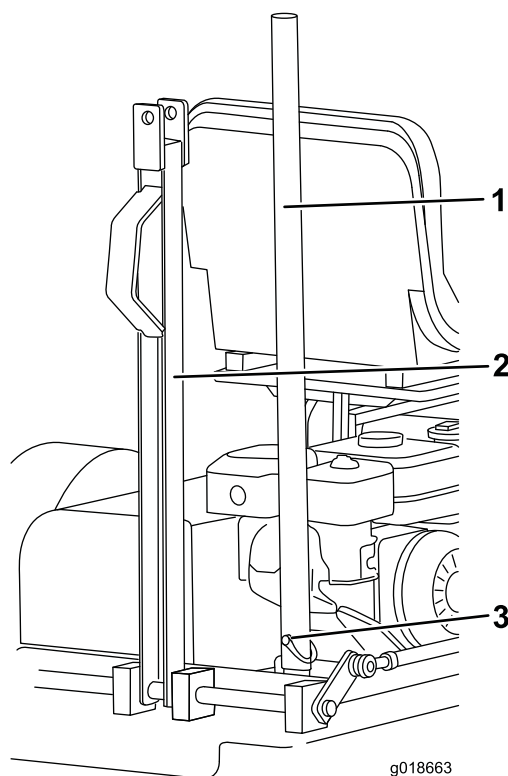

Figura 8
- A. Retire o pino de sujeição que fixa a barra de elevação à patilha no suporte da barra de reboque e retire a barra do suporte (Figura 8).